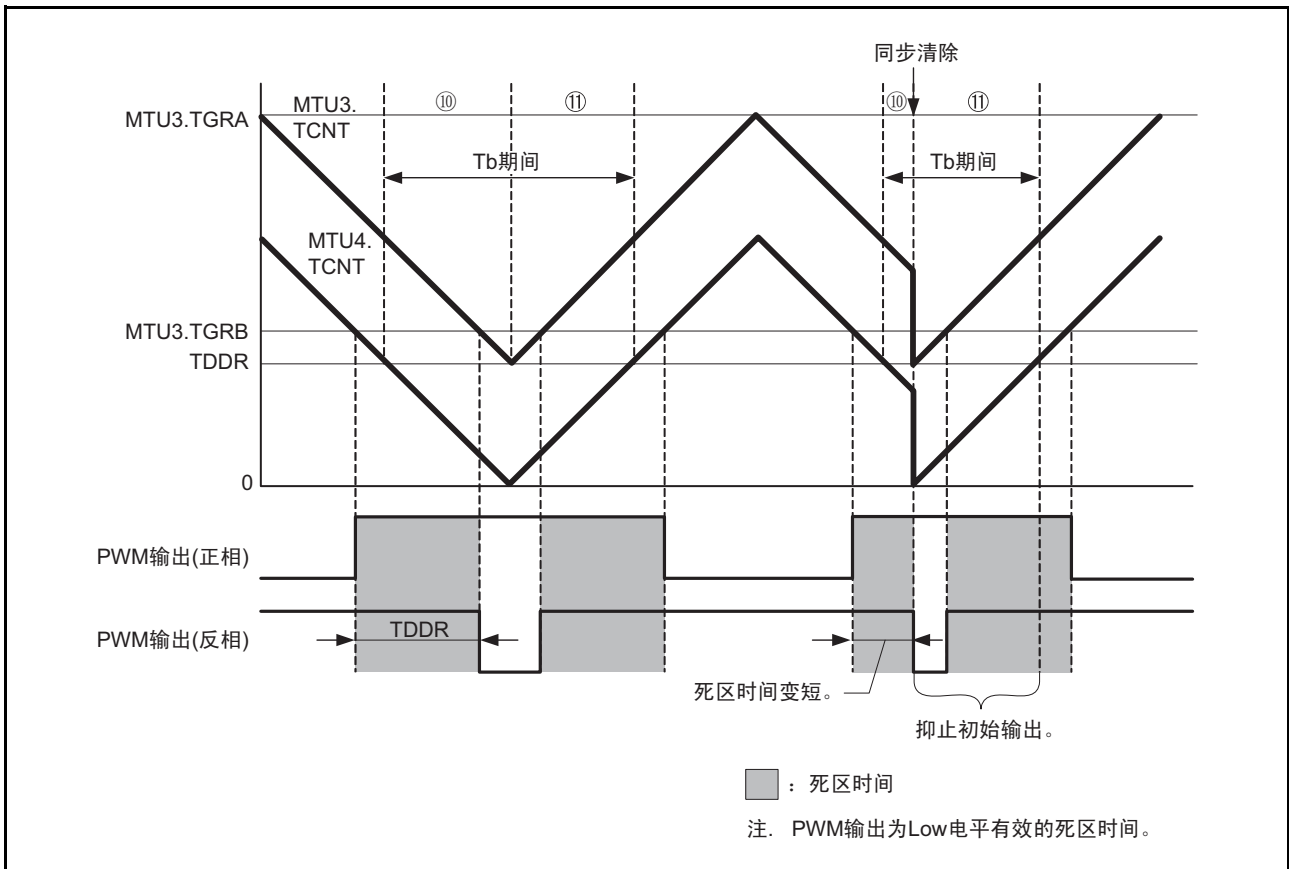

图 18.123 同步清除的例子 (条件 1 的情况)
条件 1: 在初始输出的抑止期间⑩，当 PWM 输出在死区时间的期间中进行同步清除时 (参照图 18.123)